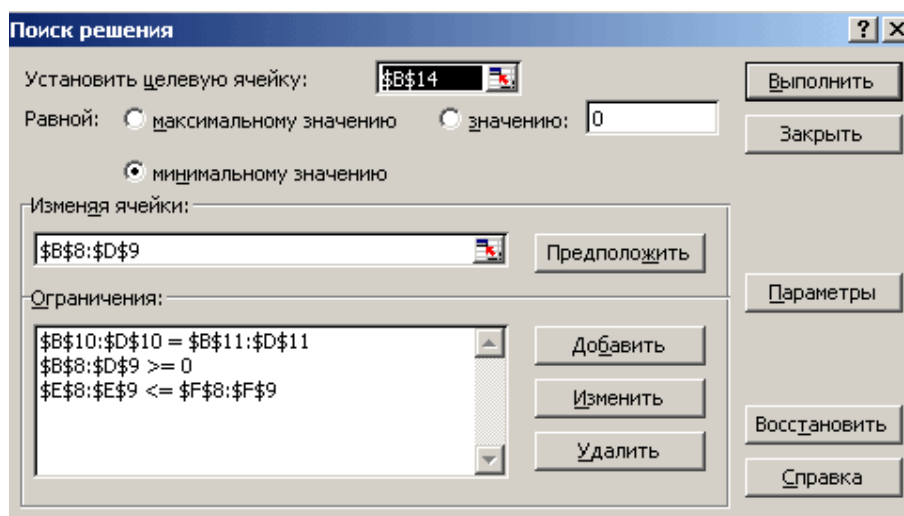

Рис. 2.2. Окно «Поиск решения»
7. Выберите в меню **Сервис** команду **Поиск решения** и заполните диалоговое окно **Поиск решения**, как показано на рис. 2.2.